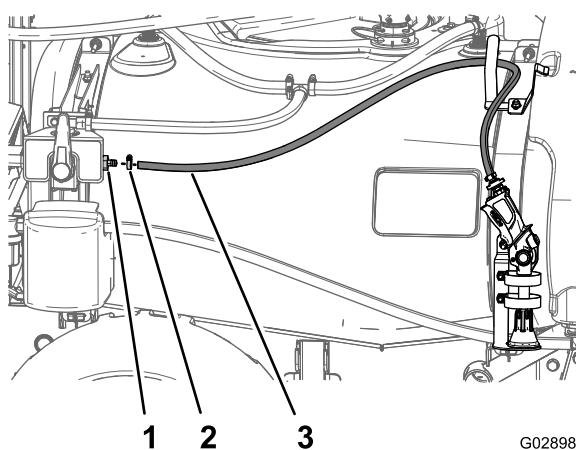

Bild 48
3. Stecken Sie die Spritzpistole in die Spritzpistolenhalterung, führen Sie den Schlauch um die Schlauchhalterung, und führen Sie das freie Ende des Schlauchs zum Vierwegeventil, wie in Bild 48 gezeigt.
4. Stecken Sie das freie Ende des Schlauchs auf das gerade Anschlussstück mit Widerhaken auf der Vorderseite des Vierwegeventils (Bild 48).
- Befestigen Sie den Schlauch mit einer Schlauchklemme am Anschlussstück (Bild 48).